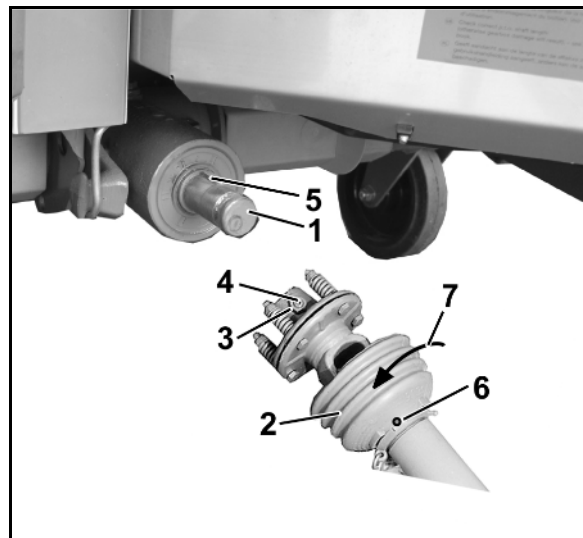

図 25
1. フランジブッシュ (図 25/1) を引き抜き用工具でギアボックス入力軸から引き抜きます。